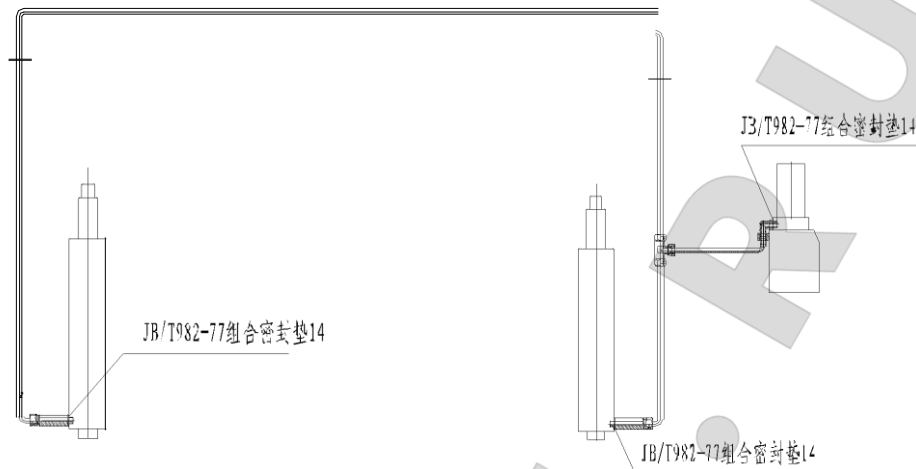

Рис. 7
- Очистка и замена масла. Через шесть месяцев после первого применения следует очистить бак гидравлического масла и заменить масло и далее производить очистку системы и замену масла раз в год. См. Рис. 7.
- Замена уплотнения. Если через некоторое время эксплуатации обнаружится утечка, установите ее причину; если утечка вызвана износом уплотнительных материалов, немедленно замените изношенную деталь аналогичной по спецификации. См. Рис. 7.